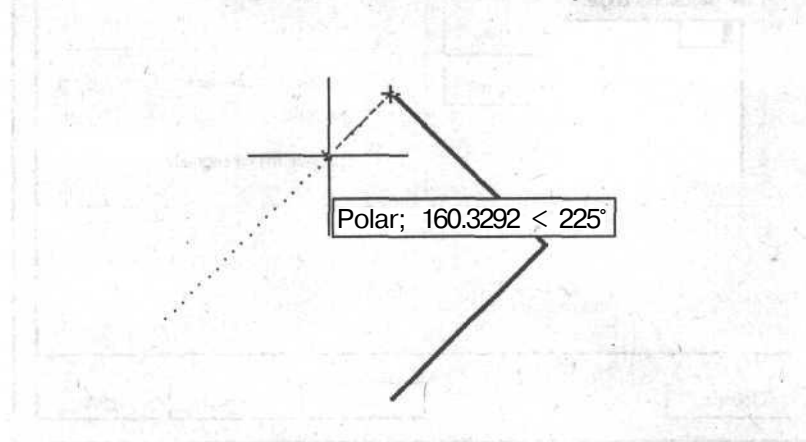

Рис. 14.6. Подсказка при отслеживании опорных полярных углов
около курсора в виде подсказки (рис. 14.6). Теперь можно настроить отслеживаемые углы и при черчении вводить длину отрезка в нужном угловом направлении после появления подсказки. Чтобы задать углы полярного отслеживания, выполните следующую последовательность настроечных операций.
6. Проверьте, установлен ли вывод в поле чертежа подсказки (см. рис. 14.6) со значениями углов, для чего щелкните мышью на кнопке **Options** (Настройка). Появится диалоговое окно **Options** (Настройка) на вкладке **Drafting** (Рисование).